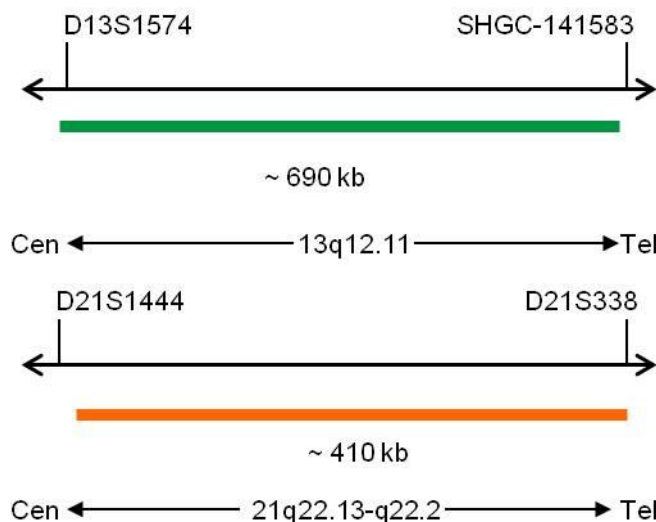

Fig. 2 : En haut : Carte de la sonde SPEC 13q12.11 ; En bas : Carte de la sonde SPEC 21q22.13-q22.2 (pas à l'échelle)
- Polynucléotides marqués au ZyGreen (excitation 503 nm/émission 528 nm) (~10,0 ng/μl), qui ciblent une séquence de 13q12.11\* (chr13:20,200,365-20,892,494) (voir figure 2).
- Polynucléotides marqués au ZyOrange (excitation 547 nm/émission 572 nm) (~4,5 ng/μl), qui ciblent une séquence de 21q22.13-q22.2\* (chr21:39,372,983-39,784,773) (voir figure 2).